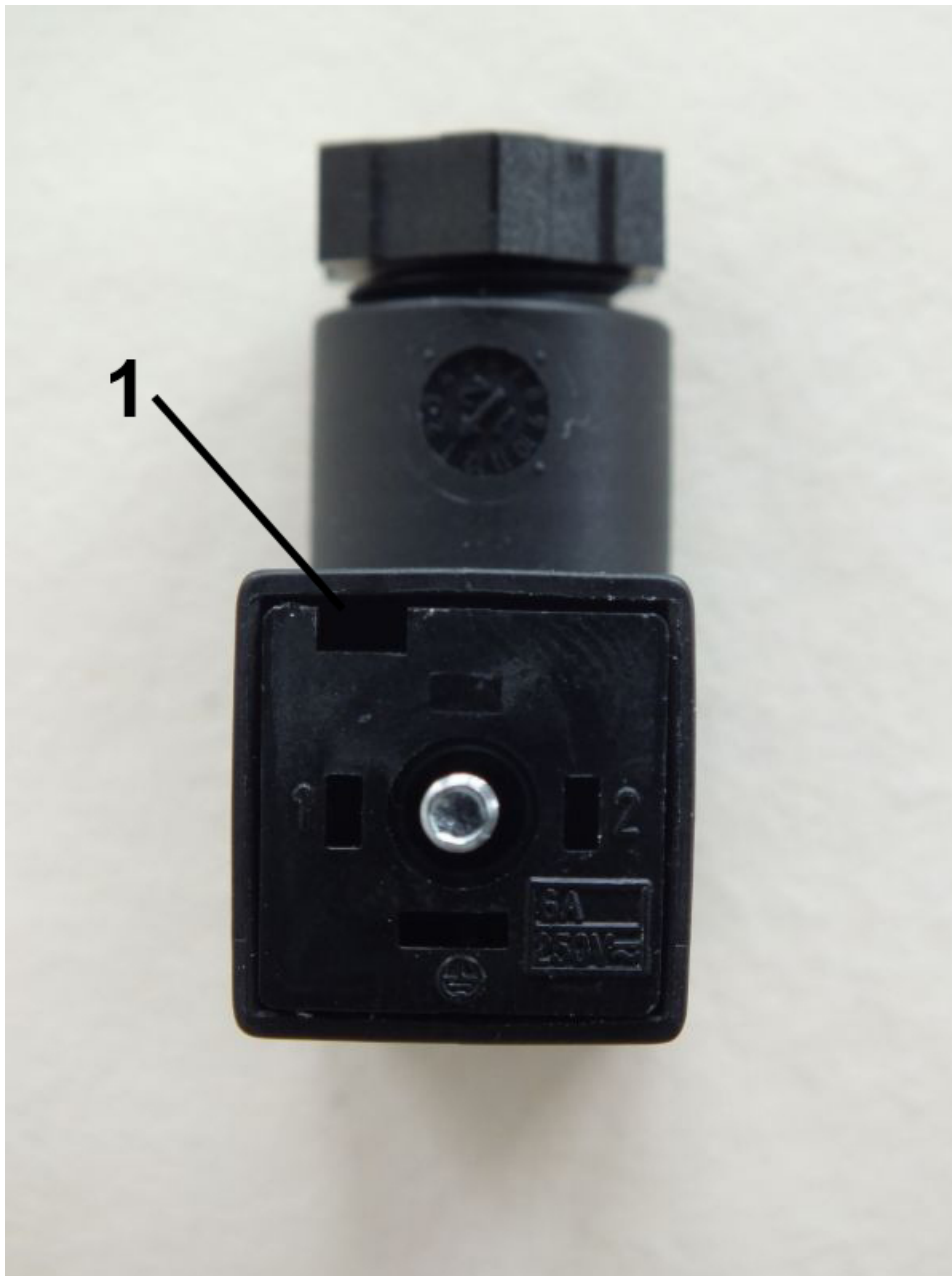

Abb. 24: Innenteil lösen
3. ➤ Steckereinsatz aus der Steckerdose entnehmen. Hierzu einen Schlitzschraubendreher in den Schlitz (Abb. 24/1) führen und Innenteil vorsichtig heraushebeln
- 7.** ➤ Steckereinsatz (*Abb. 24*) wieder in die Steckerdose führen und drücken, bis es einrastet